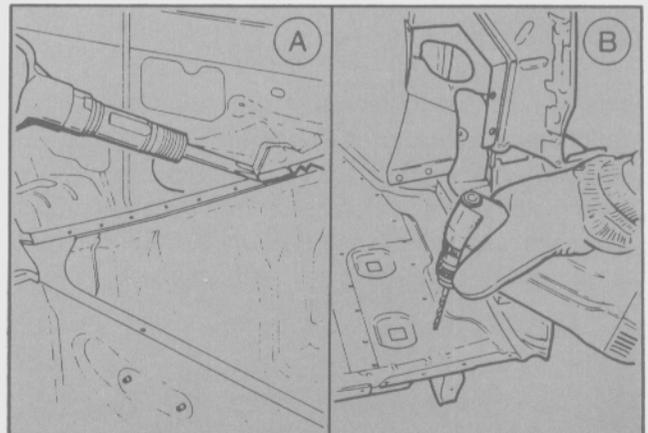

Fig. 27
- Usando un escoplo neumático o alicates, retirar los restos del panel, (Fig. 27 A). En los paneles superpuestos, es aconsejable perforar o punzonar los puntos de soldadura (Fig. 27 B). Las uniones con soldadura fuerte se han de fundir y limpiar con un cepillo de alambre mientras estén calientes. Se debe proteger adecuadamente la tapicería y los cristales con el fin de evitar que se dañen con las chispas que saltan durante las operaciones de pulido o soldado.